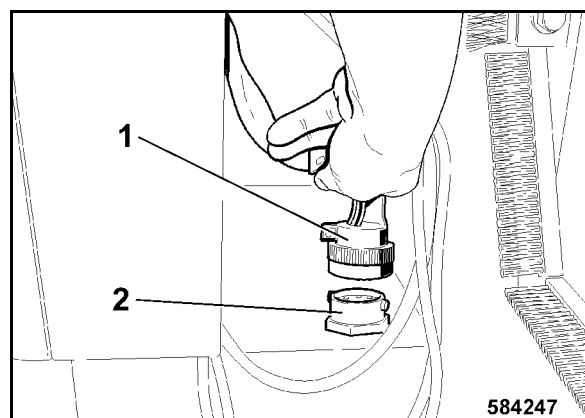

fig. 215
Brancher le connecteur 1 (fig. 215) dans la prise (2).